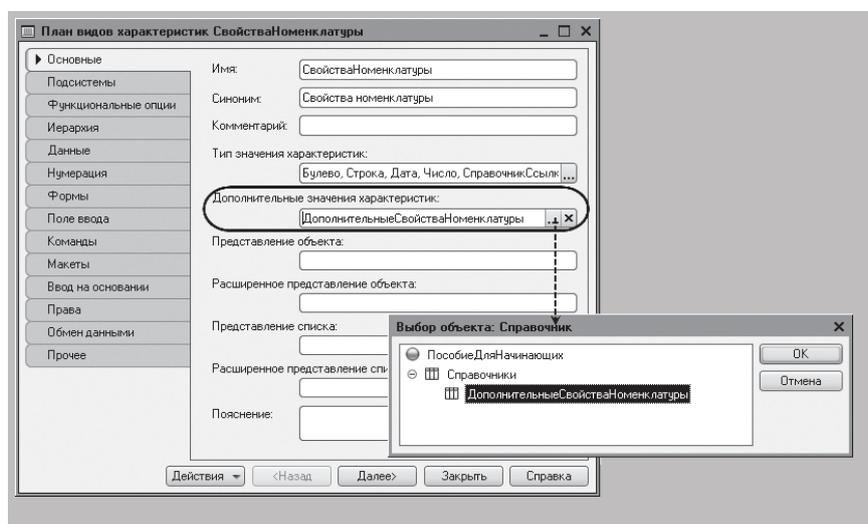

Рисунок 22.7 -Окно редактирования плана видов характеристик
1.6 После этого определим, что дополнительные значения характеристик плана видов характеристик будут располагаться в справочнике **ДополнительныеСвойстваНоменклатуры** (рисунок 22.7).